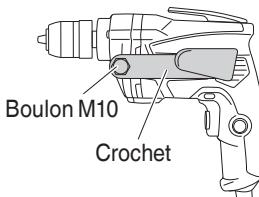

Fig. 6
**Crochet (fixation latérale)** (Fig. 6)